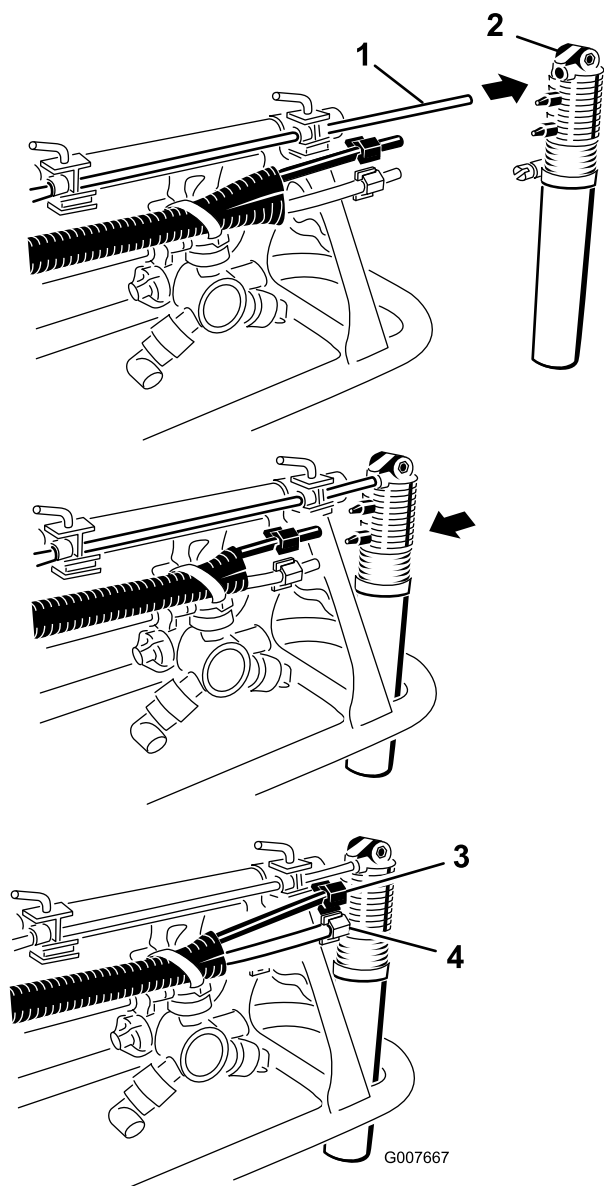

Рисунок 14
6. Найдите в комплекте поставки пенообразующие насадки. Установите насадку на монтажный стержень, как показано на (Рисунок 14).